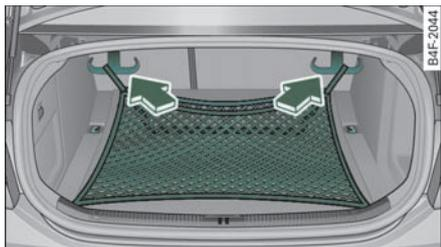

图 87 第 2 种挂法：
- 将行李网的钩子挂入后围底板上的固定环上=>图 87。
固定钩 => 图 87 还可以用来挂提包和毛巾等。